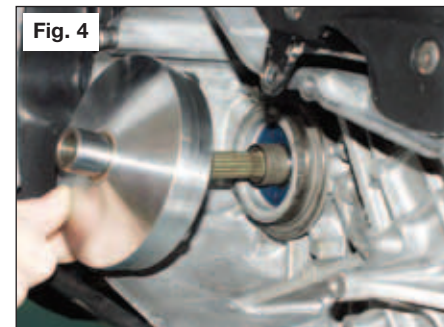

Fig. 4
- Inserire il mozzo (6) nella semipuleggia mobile ed infilare con cautela il gruppo completo sull'albero motore avendo cura che i rulli non escano dalle loro piste.
- Mandare a battuta tutto il gruppo variatore (Fig. 4), posizionare la cinghia sul mozzo. Applicare la semipuleggia fissa (8) fornita nel kit, il settore avviamento e la rondella.
- Fit the hub (6) in the mobile split pulley and carefully insert the entire unit on the crankshaft, making sure that the rollers do not come out of their tracks.
- Install the entire variator unit up to its stop point (Fig. 4), and locate the belt on the hub. Fit the fixed split pulley (8) supplied with the kit, the starting unit and the washer.
- Introduisez le moyeu (6) dans la demi-poulie mobile et introduire le groupe complet sur l'arbre moteur en faisant très attention à ce que les galets ne sortent pas de leurs pistes.
- Mettez tout le groupe du variateur en butée (Fig. 4), positionnez la courroie sur le moyeu. Montez la demi-poulie fixe (8) fournie avec le kit, le groupe de démarrage et la rondelle.
- Die Nabe (6) in die bewegliche Halbriemenscheibe einfügen und die komplette Gruppe vorsichtig auf die Kurbelwelle montieren. Darauf achten, daß die Rollen nicht aus den Bahnen herauspringen.
- Die komplette Drehwandlergruppe bis zum Anschlag führen (Fig. 4), den Riemen auf die Nabe positionieren. Montieren Sie die im Kit mitgelieferte feste Riemenscheibe (8), die Startereinheit und die Unterlegscheibe.
- Introducir el cubo (6) en la semipolea móvil y luego con cautela introducir el grupo completo en el árbol motor cuidando que los rodillos no se salgan de sus pistas.
- Mandar a tope todo el grupo variador (Fig. 4), posicionar la correa sobre el cubo. Aplicar la semipolea fija (8) suministrada en el kit, el sector de puesta y la arandela.